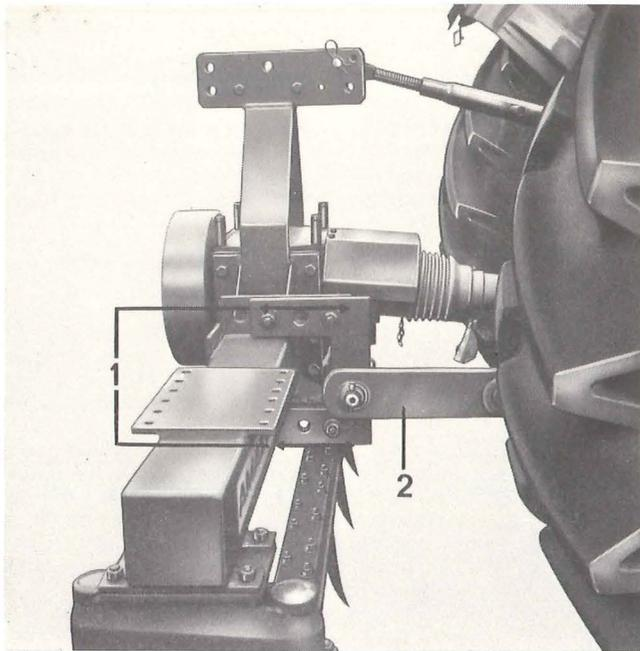

Fig. 2
- 1 – Lorsque l'on veut travailler avec la herse alternative AMAZONE combinée avec un semoir AMAZONE D 4, il est important d'atteler la herse le plus près possible au tracteur pour que l'effort de soulèvement de l'essieu avant du tracteur soit relativement faible. Ceci est possible grâce au réglage horizontal des points inférieurs d'attelage à la herse alternative (fig. 2/1). Le cas échéant, il faut raccourcir encore une fois l'arbre à cardan ; pour ce faire, veillez à ce que le recouvrement des tubes profilés de l'arbre à cardan soit toujours suffisant. On peut aussi augmenter la charge sur l'essieu avant du tracteur en utilisant des masses d'alourdissement.
Les bras inférieurs (fig. 2/2) sur le tracteur doivent avoir un certain jeu latéral.